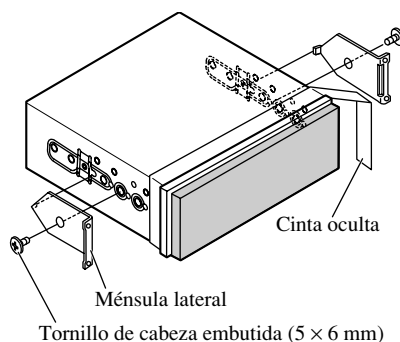

Fig. 14
1. Decida la posición de las ménsulas laterales. (Fig. 14)